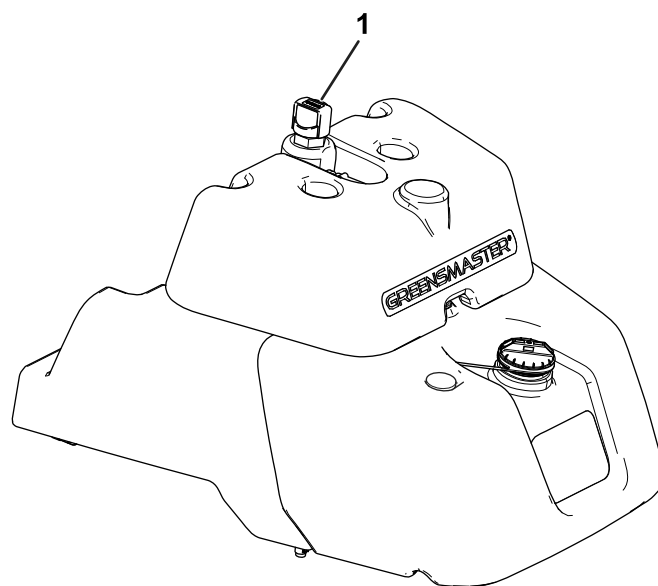

图43
- 如果油箱没有观察窗口请找到主液压油箱顶部的量油尺图43然后继续步骤 3。